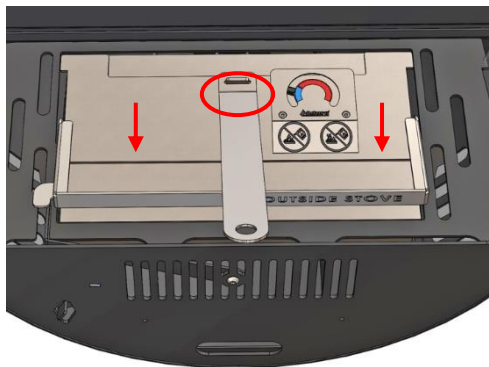

Ilustración 5 - Uso de la palanca Aduro para abrir el quemador
7. Vuelva a colocar el quemador en la estufa y utilice la palanca Aduro para abrir la corredera. Véase la ilustración 5 anterior.